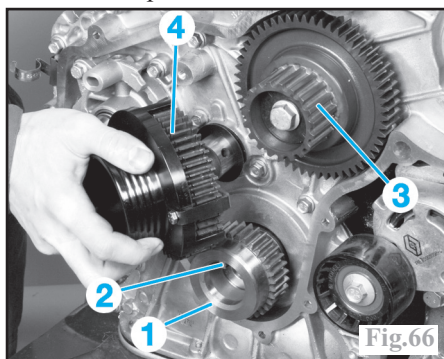

Fig.66
-reposer le pignon de vilebrequin (1); sa clavette (2) doit se situer vers le haut dans l'axe vertical (Fig.66).
-reposer le pignon intermédiaire numéro 2 (3) sans serrer sa vis.
-reposer le pignon intermédiaire numéro 1 (4) en serrant sa vis au couple prescrit puis retirer l'outil (Mot. 1539).